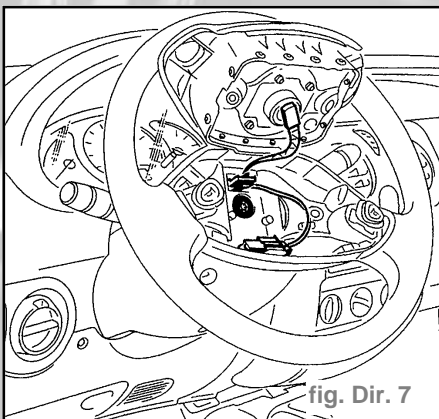

fig. Dir. 7
- le coussin airbag conducteur par ses deux vis étoile **T30** ( couple de serrage **0,5 daN.m** ) situées derrière le volant et débrancher son connecteur (fig. Dir. 7).